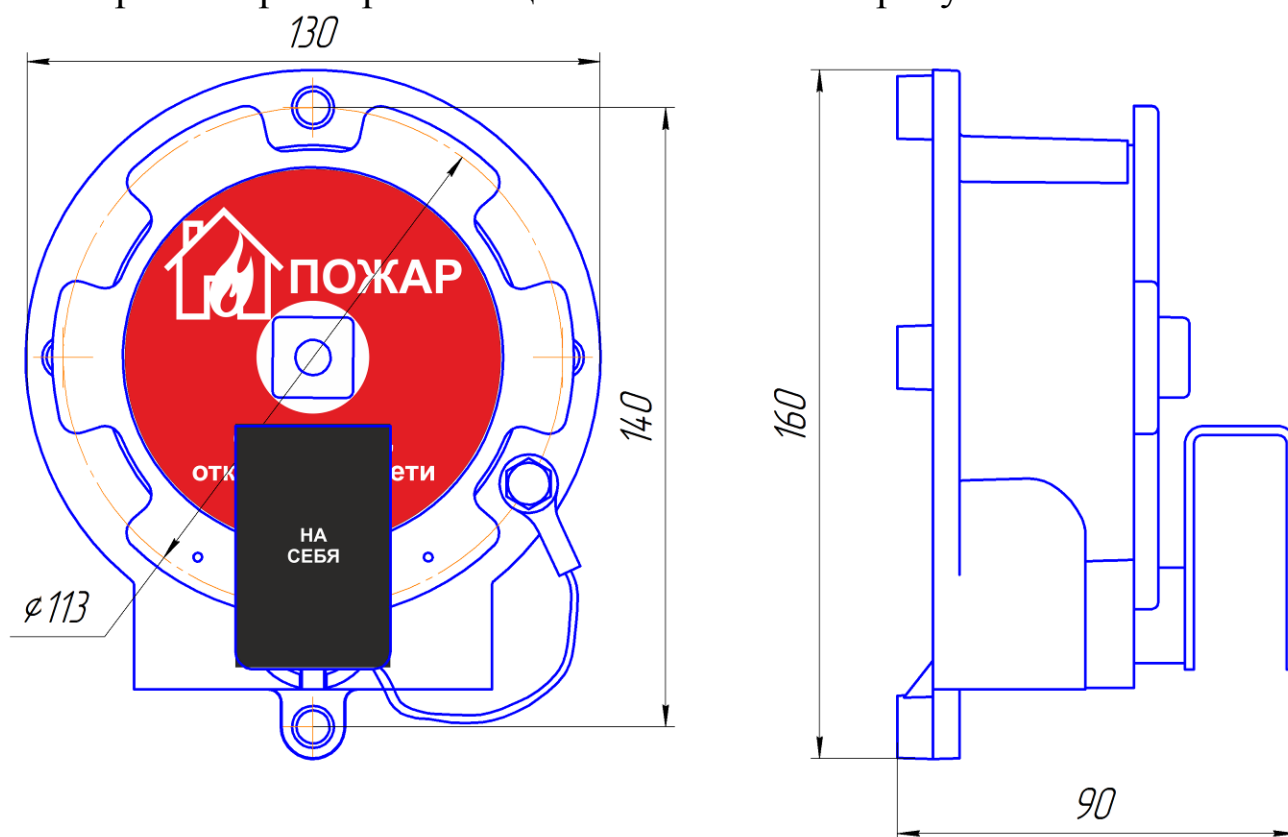

Рис. 1
- определить место установки и разметить место крепления, рис. 1;